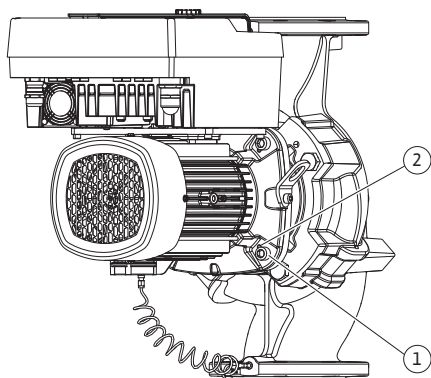

Fig. 10: A behelyezhető készlet lenyomása a menetes furatokon keresztül
5. Nyomja le a behelyezhető készletet (lásd: Fig. 4) a szivattyúházi. Ehhez használjon két menetes furatot (lásd Fig. 10). A rögzítés meglazításához csavarja be a megfelelő hosszúságú M10 csavarokat a menetes furatokba.
6. Nyomja le a behelyezhető készletet (lásd Fig. 4) a szivattyúházzól. Ehhez használjon két menetes furatot (lásd Fig. 10). A rögzítés meglazításához csavarja be a megfelelő hosszúságú M10 csavarokat a menetes furatokba.